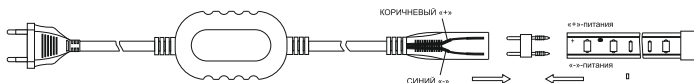

Рисунок 2
- вставить коннектор, идущий в комплекте с драйвером, в ленту. Коннектор имеет разную форму выводов: заострённые выводы подключить к ленте, а скруглённые выводы – к разъёму драйвера (рисунок 2);
- вставить коннектор с лентой в разъем драйвера в соответствии с полярностью. Контакты в разъёме драйвера расположены несимметрично (рисунок 2). При монтаже разъём драйвера держать так, чтобы контакты располагались в нижней части разъёма;